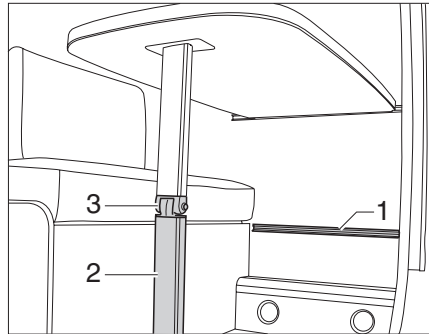

Bild 40 Hängetisch mit Gelenkstützfuß
- ▶ Den Tischfuß (Bild 40,2) am Gelenk entriegeln und einklappen.
- ▶ Den Hängetisch in die untere Einhängeschiene (Bild 40,1) einhängen und auf dem Tischfußgelenk (Bild 40,3) abstellen.